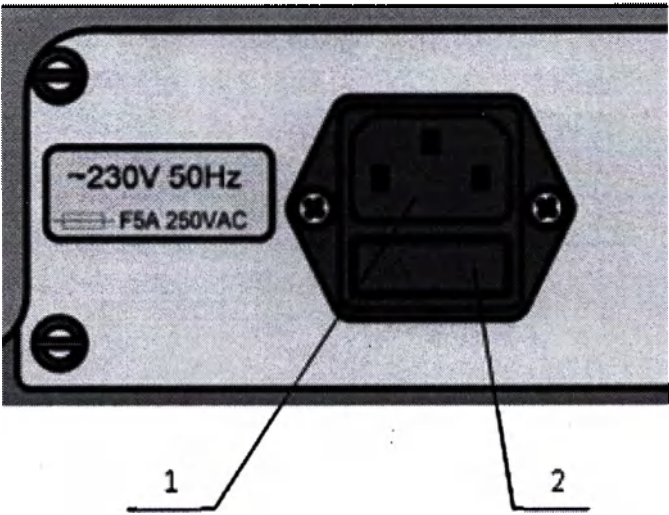

Рисунок 3. Панель питания.
9.7 При разряженных батареях вставьте один конец съёмного шнура питания в разъём 1 (Рисунок 3), а второй – в сеть питания ~(230±23)В, (50±0,1) Гц.